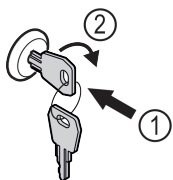

Fig. 73 Simbolična slika
- ▶ Vstavite ključ Fig. 73 (1).
- ▶ Ključ obrnite v smeri urnih kazalcev za 90° Fig. 73 (2).